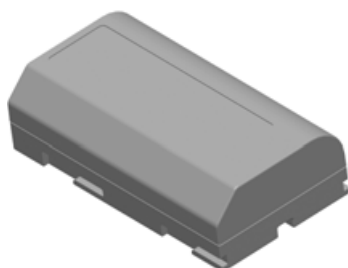

Рисунок 3.2. Литий-ионная 7,4 В батарея Trimble
**Совет.** Зарядные устройства на пять батарей и на две батареи также можно использовать для зарядки 7,4-В литий-ионных аккумуляторных батарей Trimble, используемых в отражателях Trimble MultiTrack™ и Trimble Active Track 360, см. рис. 3.2.